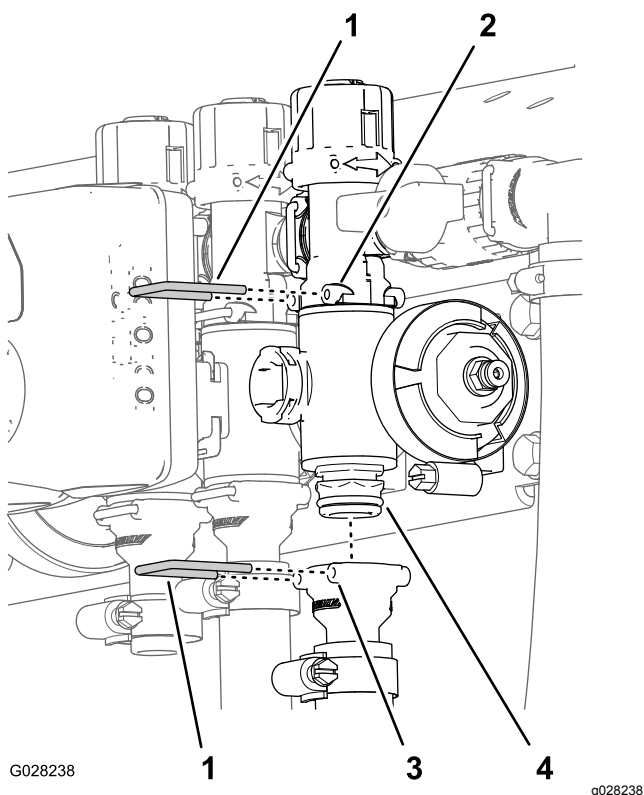

Figura 117
2. Rimuovete i fermi che fissano il raccordo di uscita al collettore per la valvola di sezione e il collettore della valvola al raccordo di bypass (Figura 117).